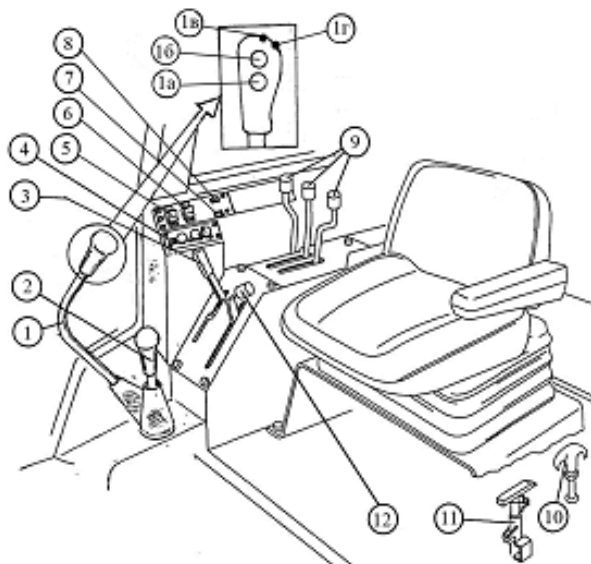

Рис. 3.36. Органы управления:
1. Включите стояночный тормоз трактора, установив рычаг *11* в крайнее верхнее положение (рис. 3.36), на котором представлены органы управления трактора.
11. После запуска двигателя на рукоятке рычага переключения передач *1* (см. рис. 3.36) загорается светодиод зеленого цвета *12*, а на панели управления БД заднего моста, привода ПВМ и редуктора КП – контрольная лампа *7* (см. рис. 3.36), сигнализирующие о том, что включена низшая ступень редуктора коробки передач. Также на пульте управления ЗНУ *4* (см. рис. 3.36) загорается лампочка диагностики работоспособности электронной системы управления ЗНУ, на информационном мониторе отображаются реально измеренные параметры работы двигателя.
6. Выключите стояночный тормоз, установив рычаг 11 (см. рис. 3.36) в крайнее нижнее положение, плавно отпустите педаль сцепления, одновременно увеличивая обороты двигателя – трактор придет в движение.